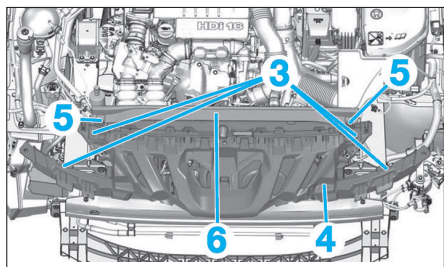

Fig. 63
- les vis (3) (Fig.63),
- l'armature de bouclier avant (4),
- les vis (5) de la façade avant (6),